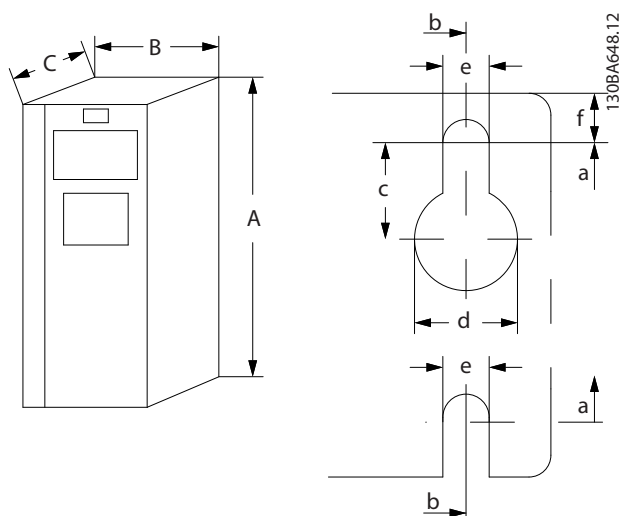
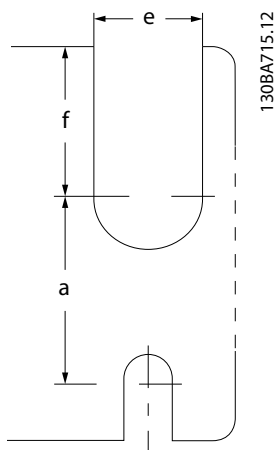

Ilustración 8.2 Agujeros de montaje superiores e inferiores
Ilustración 8.3 Agujeros de montaje superiores e inferiores (B4, C3 y C4)
1) Consulte Ilustración 8.2 y Ilustración 8.3 para los agujeros de montaje superiores e inferiores.